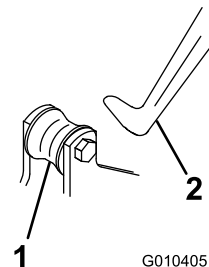

Bild 4
2. Schieben Sie die Dreifachrolle unter den Zugrahmen der Zugmaschine und haken Sie gleichzeitig die Hubrolle am Hubarm ein (**Bild 4**).